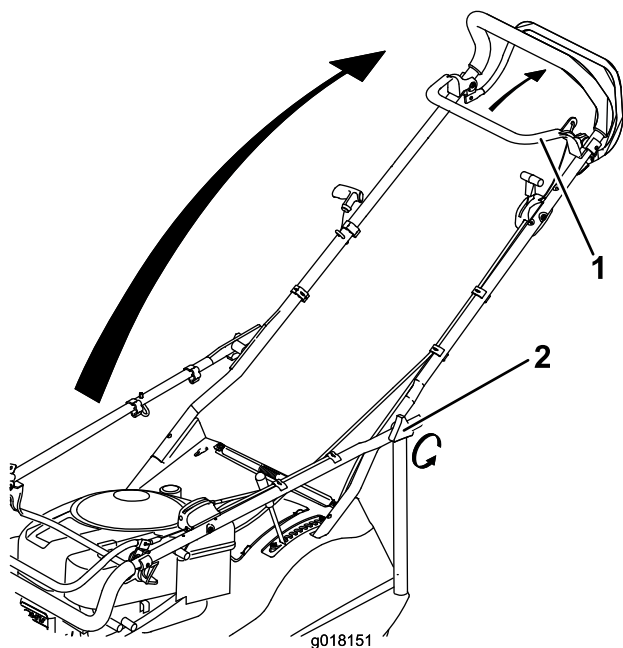

Figura 3
1. Afloje los pomos del manillar (Figura 3).